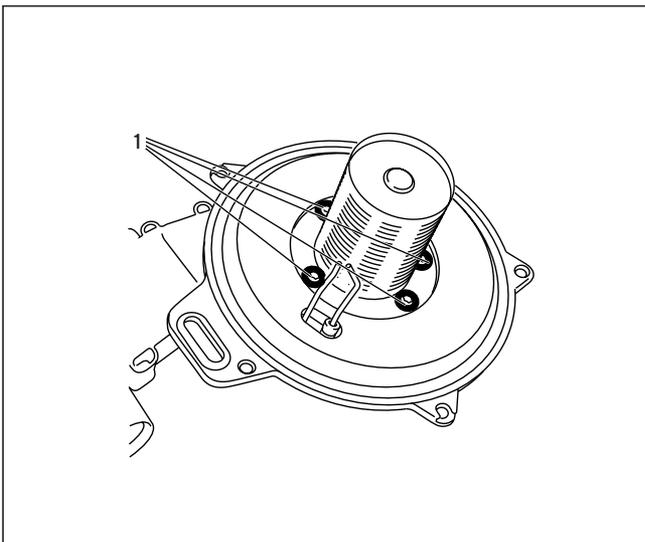

Abb. 8.2 Brenner austauschen
- Lösen Sie die 4 Schrauben (1) am Thermokompaktmodul (2) (Abb. 8.2).